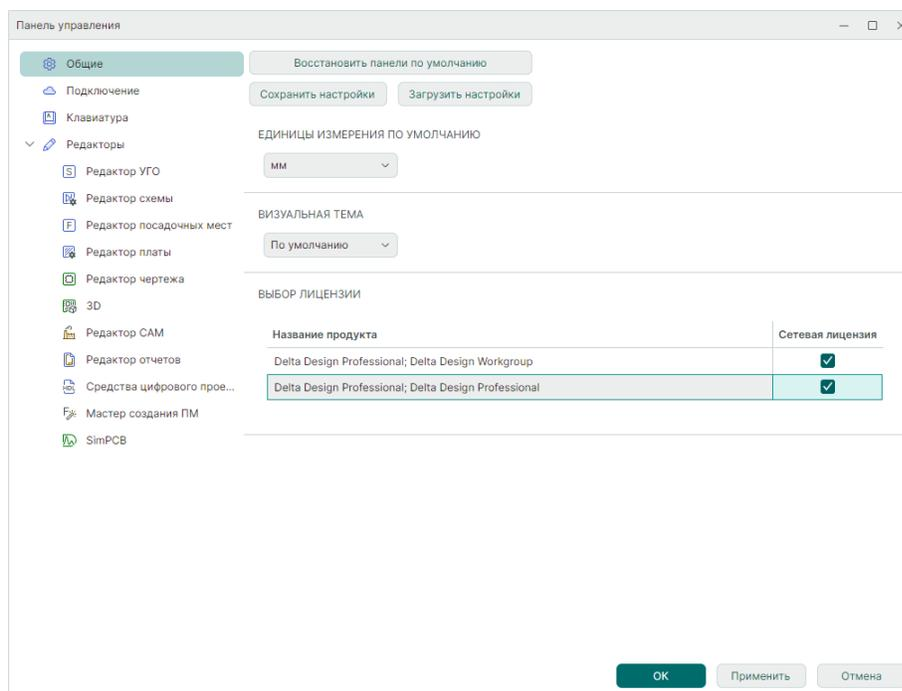

Рис. 66 Выбор лицензии
1. Выберите необходимую лицензию в списке «Выбор лицензии», см. Рис. 66;